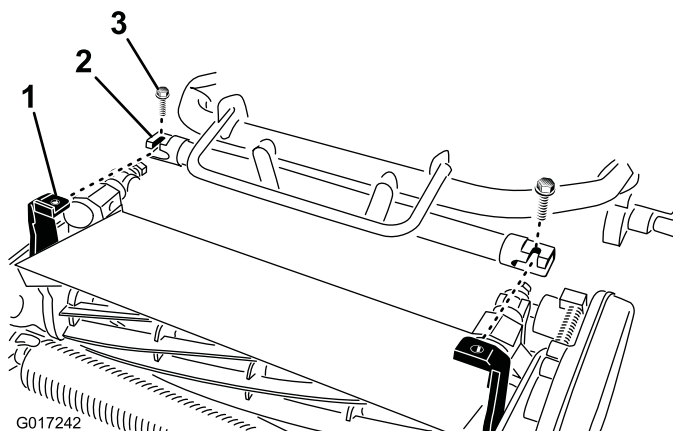

Рисунок 5
4. Маневрируя, перемещайте раму тягового блока (Рисунок 5) вперед, пока она не войдет в зацепление с поворотными рычагами режущего блока.
5. Прикрепите раму тягового блока к шарнирным рычагам режущего блока двумя болтами (3/8 x 3/4 дюйма) (Рисунок 5).